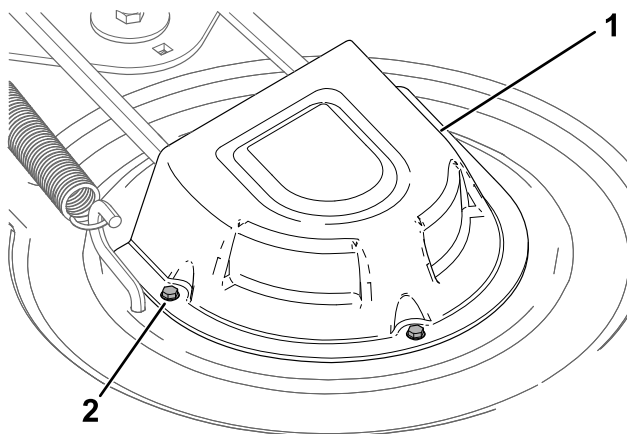

Bild 56
4. Lösen Sie die Schrauben und entfernen Sie die Abdeckungen der Riemenscheibe (**Bild 56**).